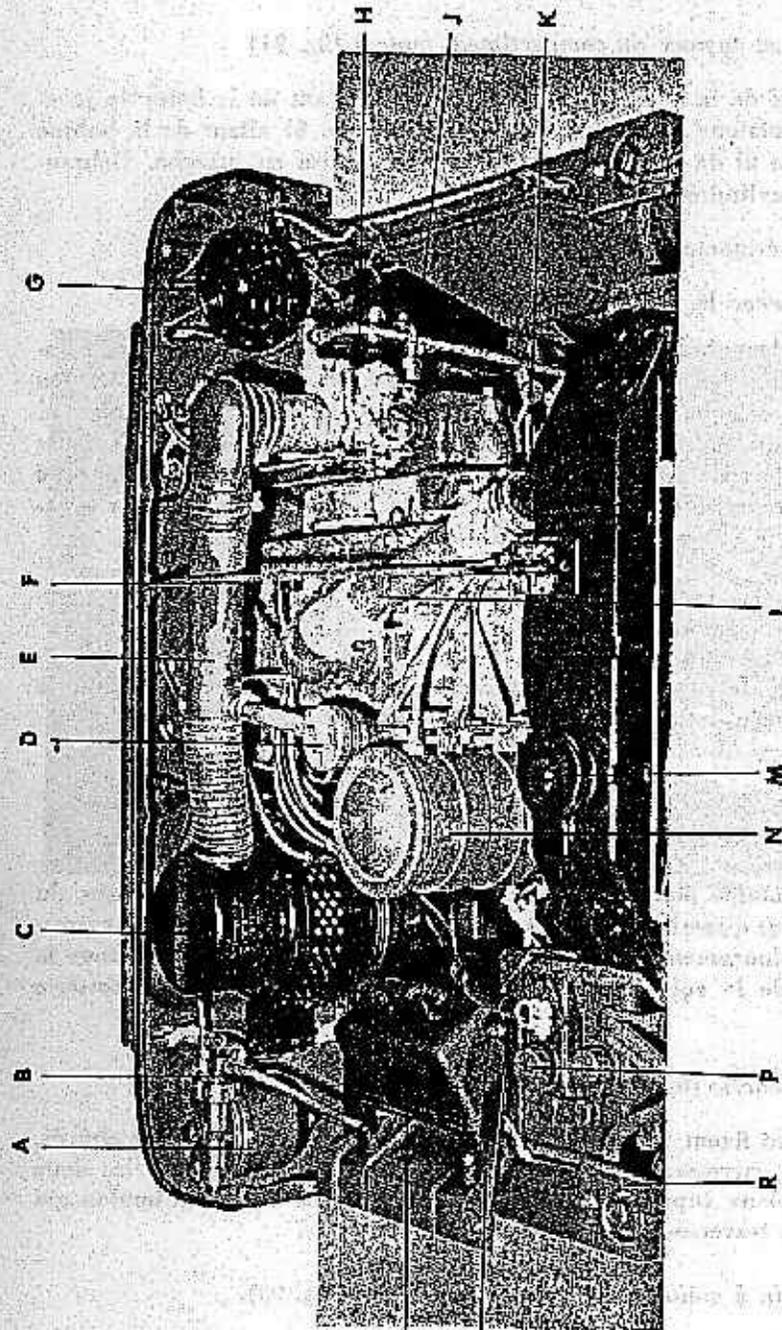

FIGURE 91. — Vue avant du compartiment du moteur.
G. — *Débrancher les divers fils et tuyaux du compartiment moteur (fig. 91).*
E. — Placer les différents fils et tuyauteries dans le compartiment moteur (fig. 91).
A. — Enlever la batterie (fig. 91).